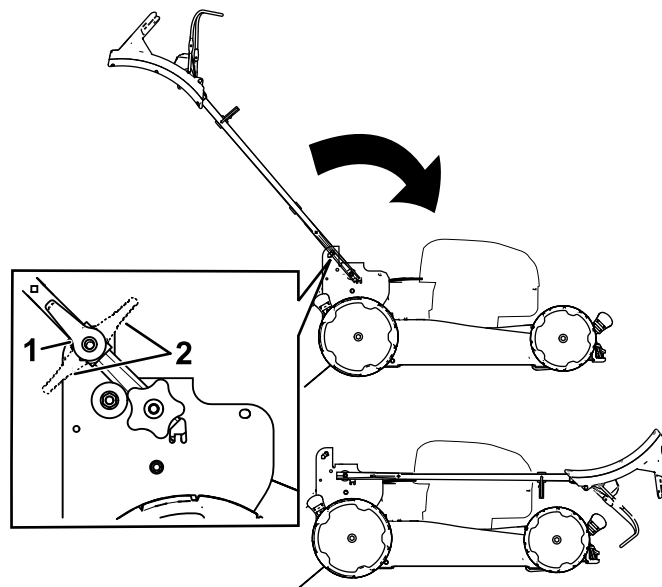

Figura 25
2. Abra las palancas de bloqueo del manillar (Figura 25).
3. Pliegue el manillar completamente hacia adelante (Figura 25).